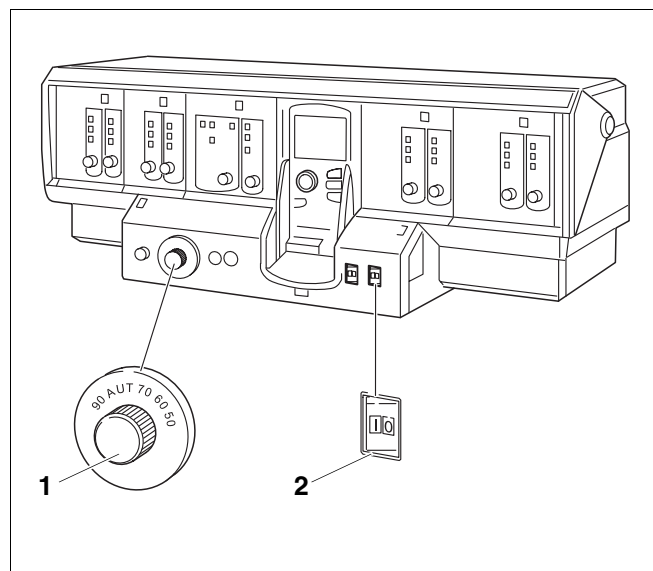

Fig. 3 Aparato de regulación (aquí p. ej.: Logamatic 4000)
Ponga en marcha la caldera a través del aparato de regulación (en el ejemplo, fig. 3: aparato de regulación de la serie 4000). Al poner en marcha el aparato de regulación, el quemador se pondrá automáticamente en funcionamiento. A continuación, el quemador podrá arrancarse desde el aparato de regulación. Encontrará más información al respecto en las instrucciones de uso del aparato de regulación correspondiente o del quemador.
- Coloque el regulador de temperatura del agua de la caldera (fig. 3, **pos. 1**) en "Automatic".
- Posicione el interruptor de funcionamiento (fig. 3, **pos. 2**) en "I" (ON).
Ponga fuera de servicio la caldera a través del aparato de regulación (en el ejemplo fig. 3: aparato de regulación de la serie 4000). Al poner fuera de servicio el aparato de regulación, el quemador se desconecta automáticamente.
- Coloque el interruptor de funcionamiento (fig. 3, pos. 1) en la posición "0" (OFF).